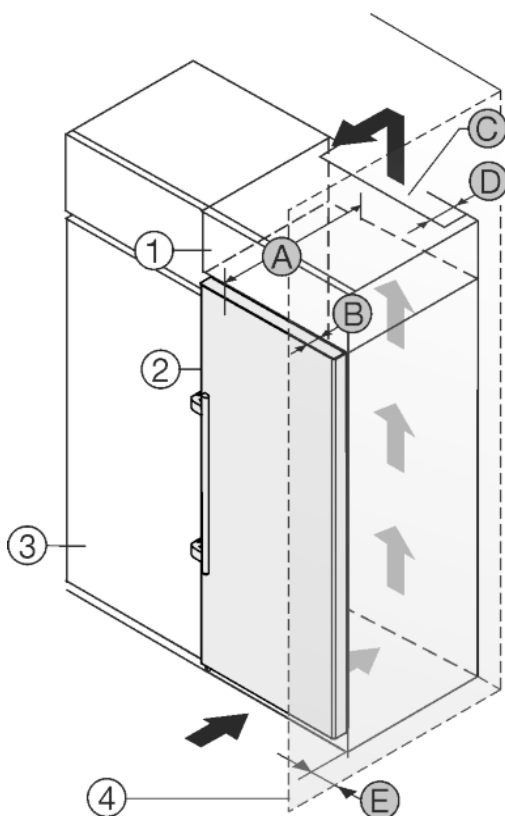

Fig. 30
Das Gerät kann mit Küchenschränken umbaut werden. Um das Gerät Fig. 30 (2) der Küchenzeilenhöhe anzugleichen, kann über dem Gerät ein Aufsatzschrank Fig. 30 (1) angebracht werden.
Das Gerät kann direkt neben dem Küchenschrank Fig. 30 (3) aufgestellt werden. Um die Türe vollständig öffnen zu können, muss das Gerät um die Tiefe Fig. 30 (B) gegenüber der Küchenschrankfront vorstehen. Abhängig von der Tiefe der Küchenschränke und Verwendung von Wandabstandshaltern kann das Gerät weiter herausragen.
- An der Rückseite des Aufsatzschrankes muss ein Abluftschacht mit der Tiefe Fig. 30 (D) über die gesamte Aufsatzschrankbreite vorhanden sein.
- Unter der Raumdecke muss der Entlüftungsquerschnitt Fig. 30 (C) eingehalten werden.
Wenn das Gerät mit den Scharnieren neben einer Wand Fig. 30 (4) aufgestellt wird, muss der Abstand Fig. 30 (E) zwischen Gerät und Wand eingehalten werden. Dies entspricht dem Griffüberstand bei geöffneter Tür.